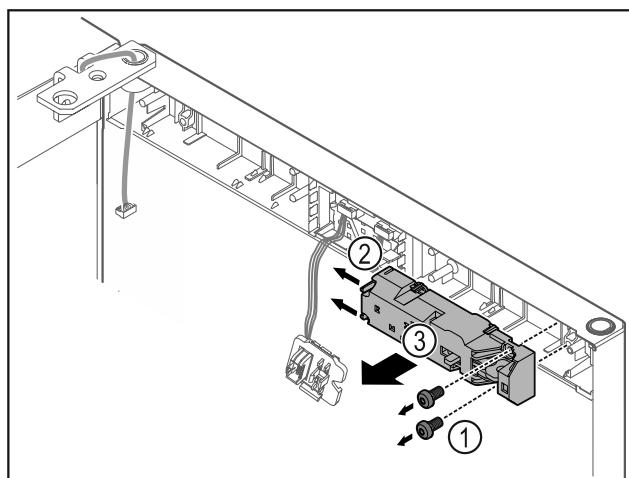

Fig. 23
▶ 移除螺栓 Fig. 23 (1)。
▶ 将锁片 Fig. 23 (2)按向一侧并取下遥控锁 Fig. 23 (3)。